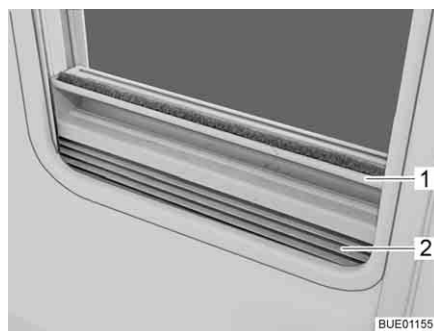

Bild 47 Plisségardin
- Stänga:** ■ Ta tag i mitten på plisségardinens (Bild 47,2) list (Bild 47,1) och drag den nerifrån och upp och släpp loss den vid önskad höjd. Plisségardinen stannar på denna höjd.